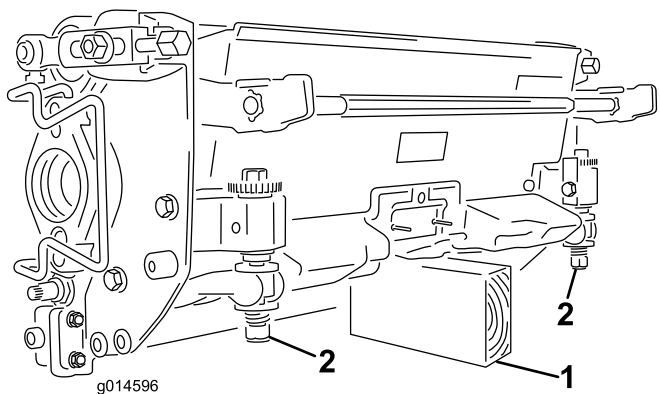

図 46
**重要** ベッドナイフやリールを見るためにカッティングユニットを立てる場合には、ベッドバー調整ねじのナットが床面に接触しないように、カッティングユニットの後ろ側をスタンドなどで支えてください **図 46**。